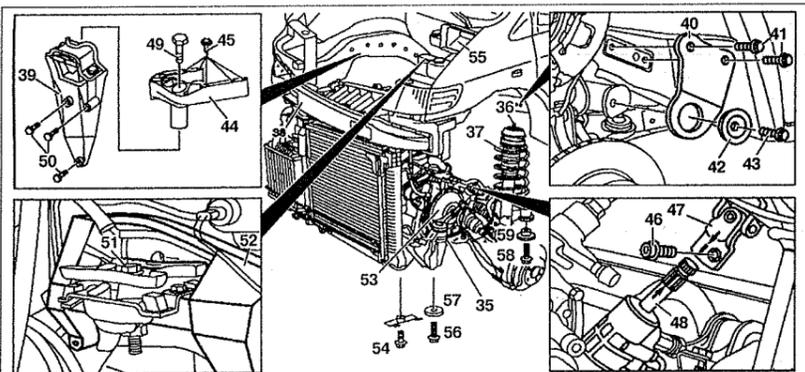

Рис. 5.3. Снятие и установка двигателя с подрамником:
17. Снимите вакуумный датчик управления давлением турбонаддува Y80 от кронштейна на подрамнике 35 (см.рис.5.3).